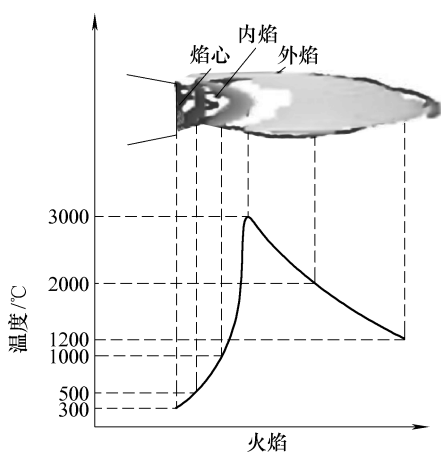

图 2-35 气焊火焰类型与温度分布
4) 要进行焊接时，调节好氧气开关，使氧气和乙炔气量比例适当，燃烧充分，取得高温。在焊接电冰箱制冷管时，一般用中性火焰的内焰（见图 2-35），焊枪呈现中性火焰的前提是氧气与乙炔比例合适，所以调节火焰实际就是对氧气和乙炔的比例进行调节。